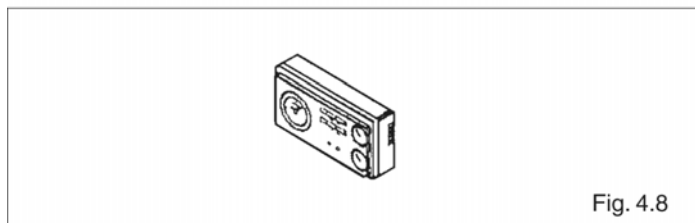

Fig. 4.8
- при размыкании и последующем замыкании контакта комнатного датчика и/или программируемого таймера (рис. 4.8).